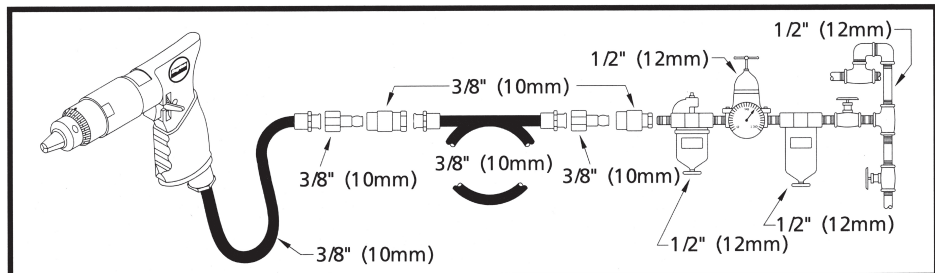

Figura 2 - Preparación de Tubería de Aire Recomendada
1. La herramienta requiere aire limpio y seco suministrado a una presión de 620 kPa bar. Cualquier presión superior puede reducir drásticamente la vida útil de la herramienta. Conecte la herramienta en la línea de aire usando el tubo y la manguera; encaje las piezas según los tamaños indicados en Figura 2.
No dirija nunca el chorro de aire hacia usted o ningún otro. La manguera de conexión puede ser muy peligrosa, verifique siempre la manguera y sus conexiones. No utilice acoplamiento de desconexión rápida con esta herramienta. Para el uso correcto, consulte las Figura 2 instrucciones. Cuando emplee acoplamiento universales por torcedura, debe instalar clavijas de cierre.
consulte las Figura 2 instrucciones. Cuando emplee acoplamiento universales por torcedura, debe instalar clavijas de cierre.